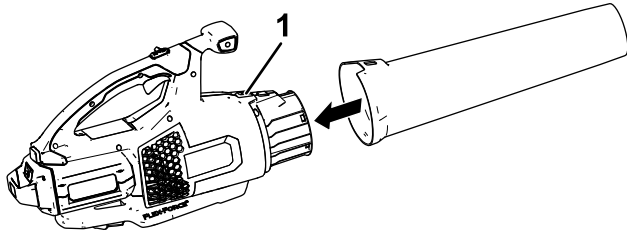

Bild 1
Setzen Sie das Laubbläserrohr in das Gehäuse des Laubbläses ein. Sie müssen die Rohrverriegelung für das Laubbläserrohr ggf. nach unten drücken, um sie zu arretieren (Bild 1).
3. Halten Sie den Griff und drücken Sie das Batteriepack in den Griff, bis der Riegel einrastet (Bild 1).